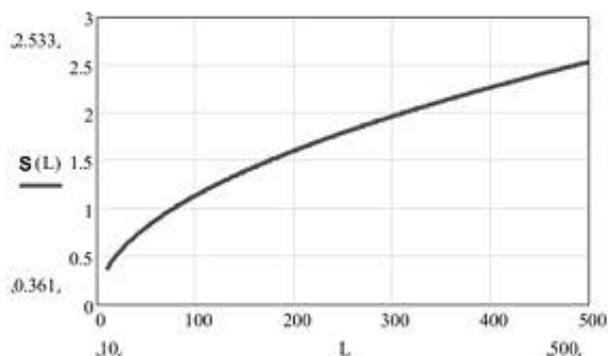

Рис. 4.2
4.1.3 Максимальная ширина «2S» ЧЗ на открытом участке зависит от расстояния между БПРД и БПРМ, определяется как $2 \times S(L)$ по ориентировочному графику (см. рис. 4.2) при L равном расстоянию между БПРД и БПРМ. Ширина ЧЗ на конкретном отрезке определяется по тому же графику, но при L равном удвоенному расстоянию до ближайшего блока. На графике обозначено: L – расстояние между БПРД и БПРМ.
4.1.4 При выборе высоты установки необходимо учесть, что при приближении к БПРД (БПРМ) вдоль оси, ЧЗ «сужается» как показано на рис. 4.2. БПРД и БПРМ размещаются на выбранной высоте (для приземного варианта размещения рекомендуется 0,5...1,4 м) от поверхности земли.